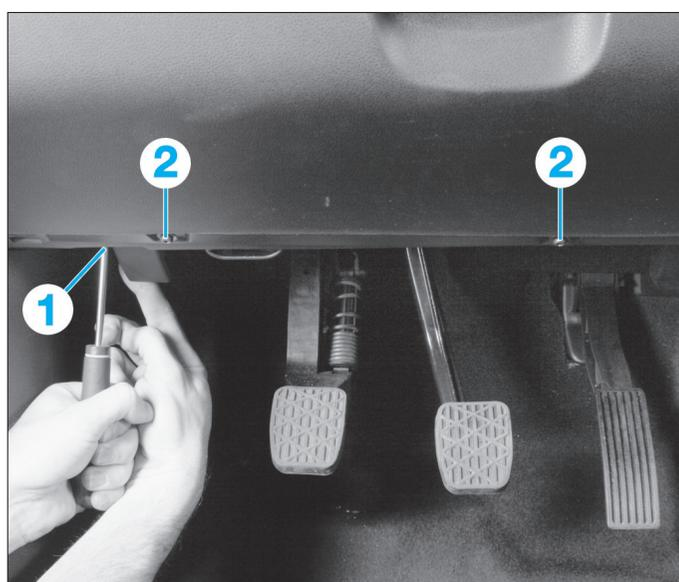

FIG. 20
- Du côté conducteur (**Fig.20**) :
- déposer la vis (1) puis dégager le levier de déverrouillage du capot moteur,
- déposer les vis (2) puis abaisser la garniture,